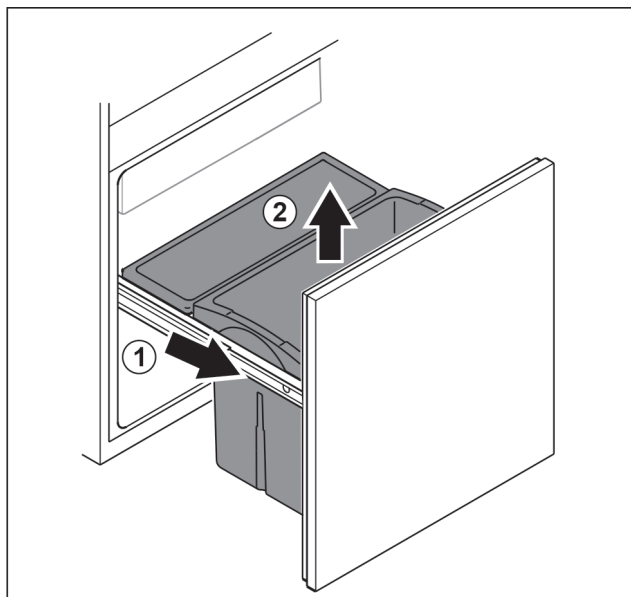

Fig. 160
- Tërhiqni jashtë koshin me tërheqje deri në fund. Fig. 160 (1)
- Hiqeni sirtarin nga lart. Fig. 160 (2)